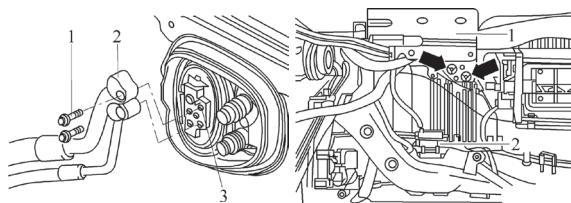

图 5-12 旋出制冷剂管路
9) 如图 5-12 所示，从发动机舱内旋出制冷剂管路 2 的螺栓 1。从膨胀阀 3 上取下制冷剂管路 2。